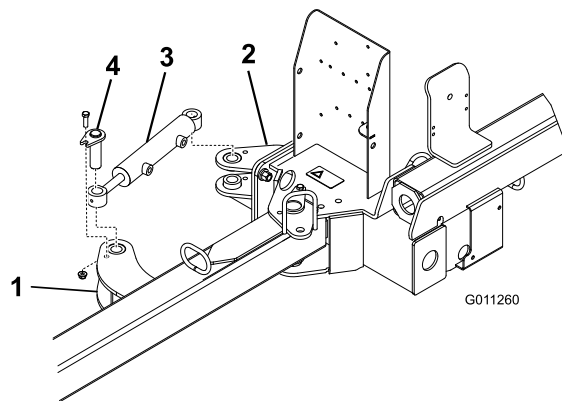

図 6
2. 油圧シリンダのそれぞれの端をアクチュエータタブに取り付けるピンアセンブリ、ボルト $\frac{3}{8}$  x  $1\frac{1}{4}$ "、フランジナット $\frac{3}{8}$ " 図 6。